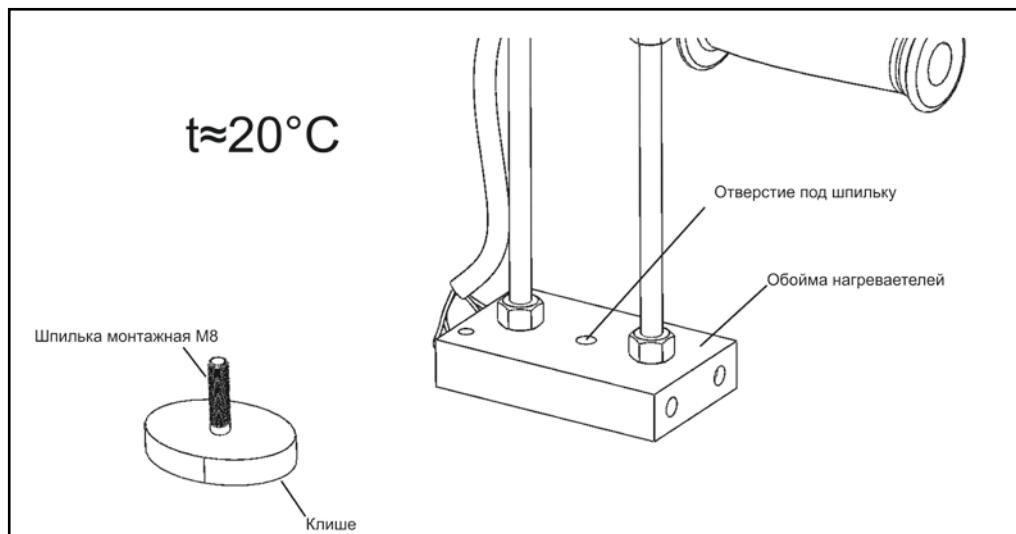

Рисунок 1.
*деформация нагревательной пластины 1, размягчение материала нагревательной пластины, ее покраснение вследствие чрезмерного накала патронных нагревателей 2 (рис.1).